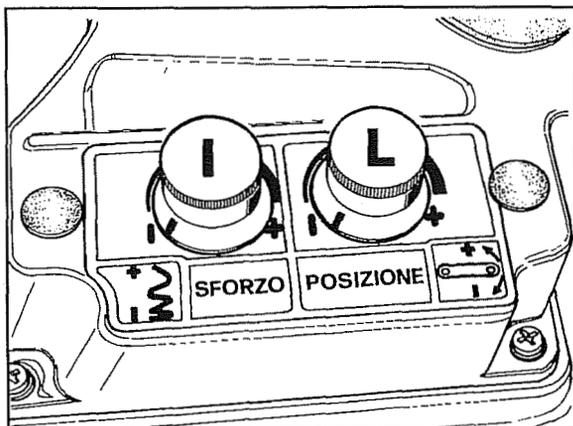

Fig.52
- f. Girar el reóstato **L** (fig.52) en sentido horario. A mitad de su carrera el elevador debería iniciar la subida. Si no es así corregir la regulación precedentemente efectuada, desenroscando o enroscando el sensor en su soporte.